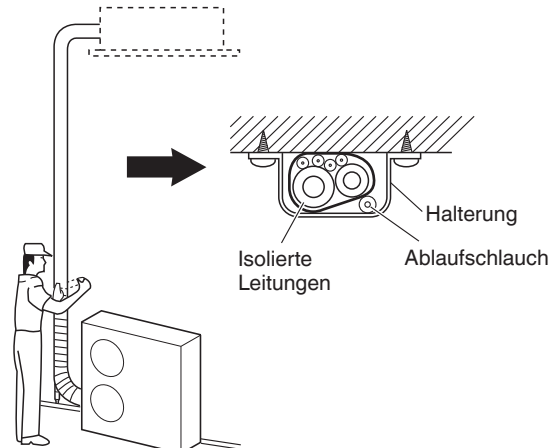

Abb. 5-9
- (1) Die Kühlmittleitungen (und die elektrischen Kabel, falls die örtlichen Vorschriften dies erlauben) sollten mit Bewehrungsband in einem Bündel zusammengelegt werden. Um zu verhindern, dass durch Kondensationsbildung die Auffangwanne überläuft, muss der Ablaufschlauch von der Kühlmittleitung getrennt verlegt werden.
- (2) Das Bewehrungsband von der Unterseite der Außeneinheit bis zum Ende der Leitung am Eingang zur Wand anbringen. Beim Umwickeln das Band jeweils um eine halbe Bandbreite überlappen.
- (3) Die gebündelten Leitungen an der Wand befestigen, wobei im Abstand von ungefähr einem Meter jeweils eine Halterung zu verwenden ist. (Abb. 5-9)